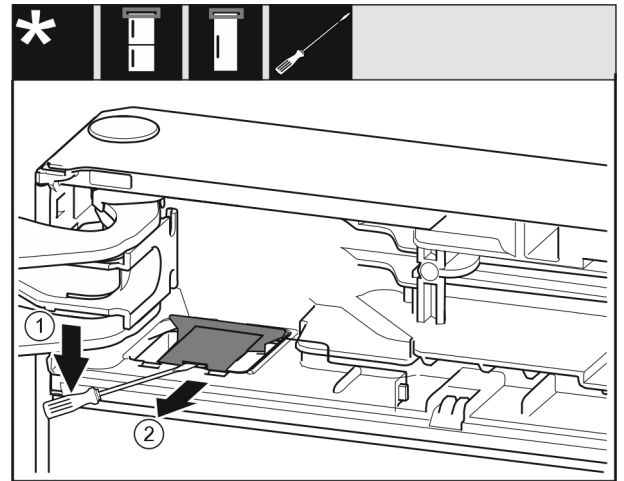

Fig. 10
► Vapauta suojus uraruuvimeisselillä ja nosta sitä ylös. Fig. 10 (1)
► Ota suojus ulos. Fig. 10 (2)